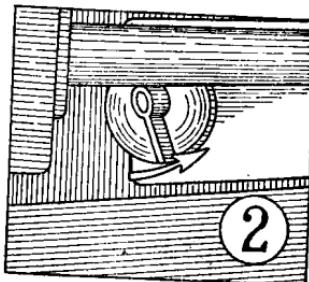

图1—9—② 将点火握柄放在提前点火位置
(2) 起动机开始工作后，须将磁电机点火握柄放在“提前点火”位置上（如图1—9—②），取出摇把后将握柄用定转钩钩住，进行低速运转，使起动机得到预热和润滑。由于冷却装置内的水层相通，柴油机的进气管与起动机排气管相连，故柴油机也得到预热，使柴油机容易起动（亚热带或炎热的夏天，起动机一般不进行预热）。